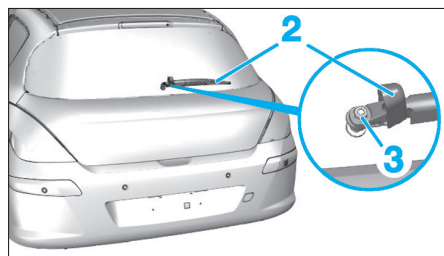

Fig. 135
- l'écrou (3) puis déposer le bras d'essuie-vitre arrière (2) (**Fig.135**),